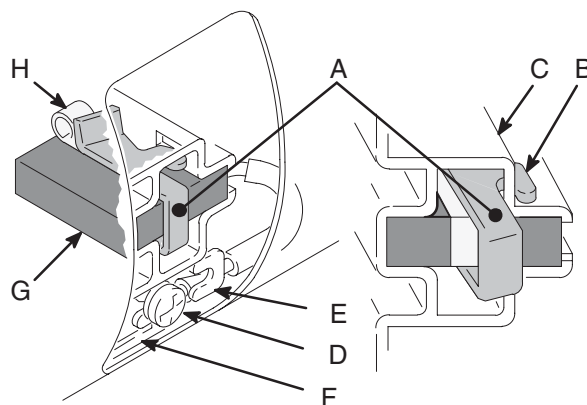

Fig. 5
5. Fig. 5. Pousser sur le clip (A) 110816 pour défaire les crochets (B) d'après le porte-balai (C). Extraire le clip.
6. Fig. 5. Desserrer la vis de la cosse (D). Écarter le fil du balai (E) en laissant le fil moteur (F) en place. Retirer le balai (G) et le ressort (H).
9. Fig. 5. Faire coulisser la cosse du fil du balai (E) sous la rondelle de la vis (D) de la cosse et serrer la vis. S'assurer que le fil du moteur (F) est encore raccordé à la vis.